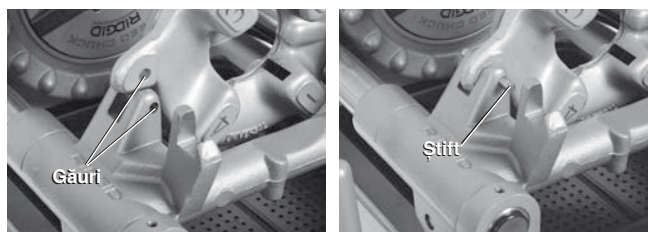

Figura 24 – Menținerea pe poziție a capului-filieră pe stânga
1. Treceți un știft $\frac{5}{16}$ " de lungime 2" prin găurile din restul căruciorului și capul-filieră stânga pentru fixare în poziție (vezi Figura 24).